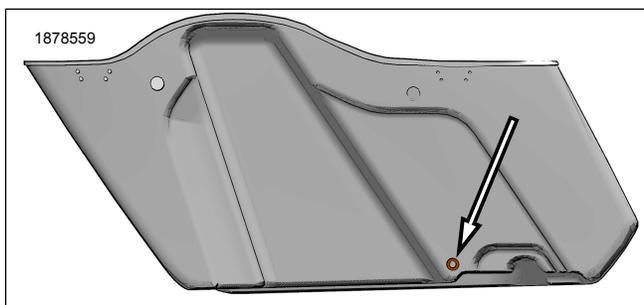

Figure 4. Emplacement du perçage du trou inférieur de la sacoche
2. Voir la figure 4. Percer le passage de fils inférieur de la sacoche.